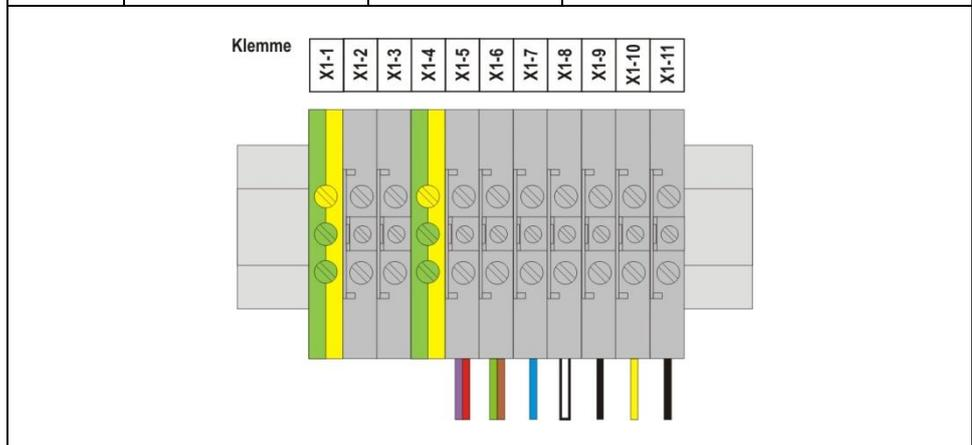

Abbildung 8: Klemmbelegung X1
- ▶ Eine ausreichende Kabellänge wählen, damit beim Drehen/Neigen des Gehäuses die Kabel nicht beschädigt werden. Wahlweise können die Kabelverschraubungen auch auf der Unterseite des POLARIS montiert werden (siehe Kapitel 5.2.2, Abbildung 8).